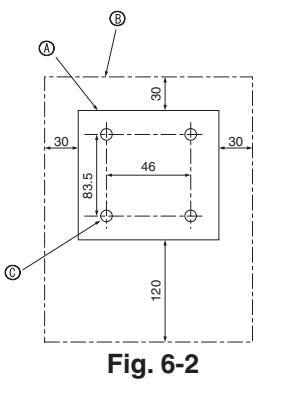

Fig. 6-2
(1) Kies een plaats waar u de afstandsbediening wilt monteren. (Fig. 6-2) De temperatuursensors bevinden zich zowel op de afstandsbediening als op het binnenapparaat.
[Fig.6-2]